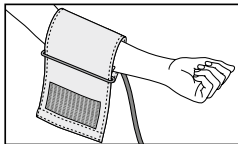
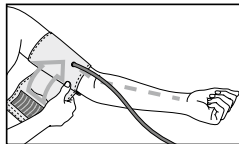

Fig. 1
Fig. 2
- La mesure doit être effectuée sur le bras nu (sans vêtements). Dans le cas où votre brassard est complètement ouvert, introduisez l'extrémité du brassard à travers la boucle métallique, afin de créer une boucle (voir Fig. 1). Le brassard doit être placé sur la partie supérieure du bras, afin que le bord inférieur se trouve 2 à 3 cm au-dessus du coude et au-dessus de l'artère (voir Fig. 2). La tubulure doit reposer sur le milieu de la paume de la main.